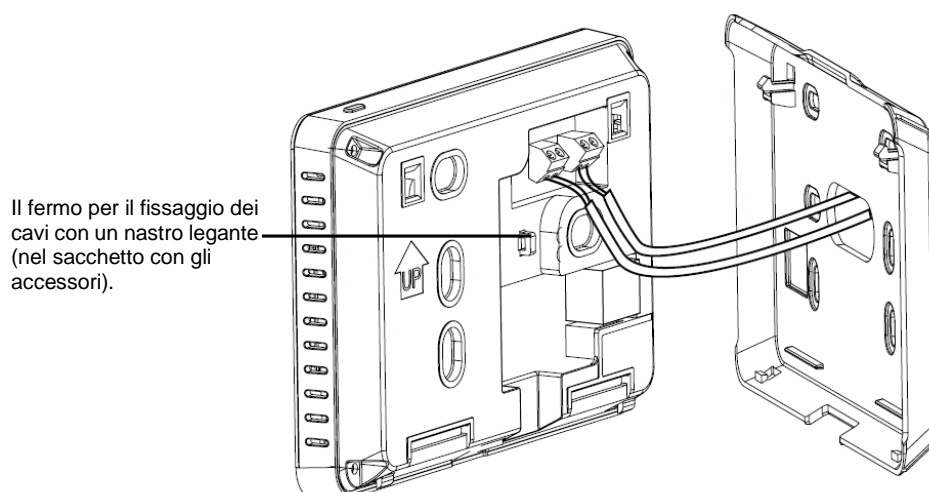

Figura 4: Collegamento dei cavi al controllo centralizzato e il fermo per il nastro legante dei cavi.
3.1.3 Questo prodotto è adattato per essere installato con i cavi posati sotto intonaco. Il cavo di comunicazione e il cavo di alimentazione vengono collegati ai terminali secondo la figura 4 e fissati al fermo con il nastro legante.